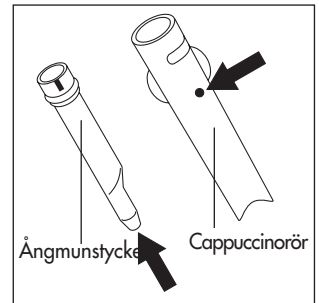

Fig.27
- Kontrollera att de två hålen vid pilarna i fig. 27 inte är tilltäppta. Rengör dem vid behov med hjälp av en nål.